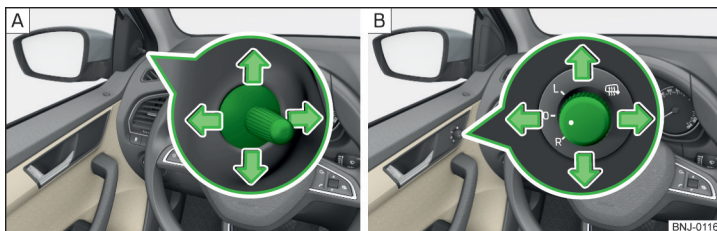

Fig. 53 Comando degli specchietti esterni: meccanico/elettrico
► Per la **regolazione** della superficie dello specchietto muovere la manopola in direzione delle frecce » fig. 53. ►
La manopola può essere spostata nelle seguenti posizioni per gli specchietti a regolazione elettrica » fig. 53 - **B**.